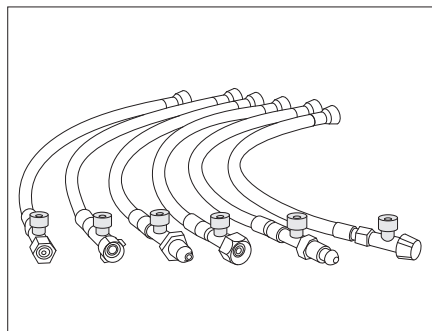

Bild 180 Hochdruckschläuche mit Schlauchbruchsicherung (länderspezifische Varianten)
- Grünen Knopf am Hochdruckschlauch (Bild 180) kräftig drücken.